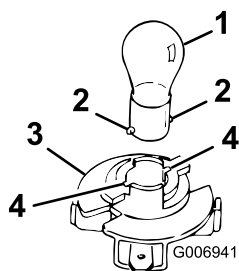

Figura 33
4. Empuje y gire la lámpara en el sentido contrario a las agujas del reloj hasta que haga tope (aprox. 1/4 de giro) y retírela del portalámparas (Figura 33).
2. Introduzca la base en el portalámparas (Figura 33).